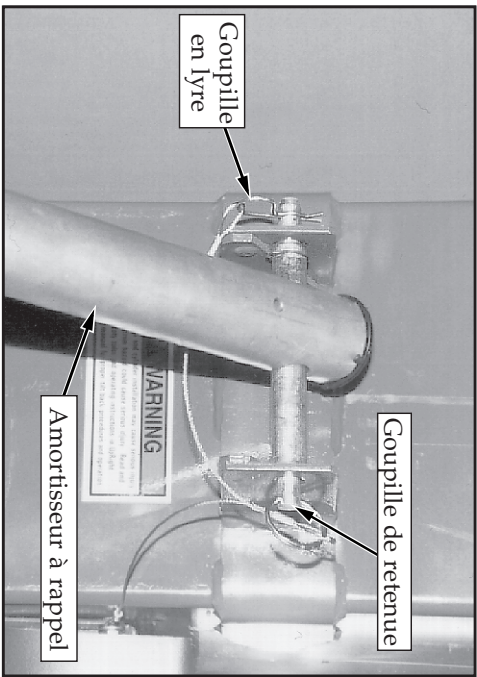

Figure 7 : Amortisseur à rappel goupillé 14
2. Tout en soutenant le chariot basculant, enlever la goupille en lyre, puis la goupille de retenue du chariot (figure 7).
3. Baisser le chariot basculant jusqu’à ce que le trou de l’amortisseur à rappel et celui de la ferrure de fixation supérieure s’alignent. Fixer l’amortisseur à rappel à la ferrure, au moyen de la goupille de retenue et de sa goupille en lyre (figure 7).